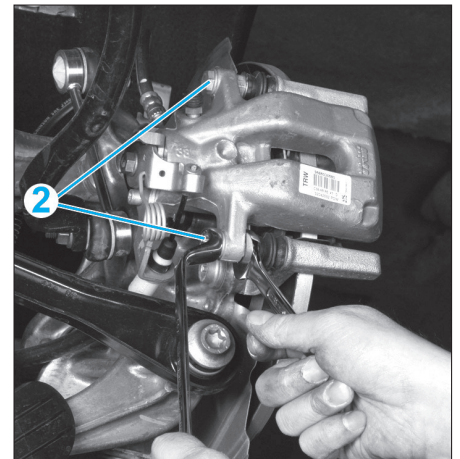

Fig. 19
- Déposer les vis (2) (Fig.19).